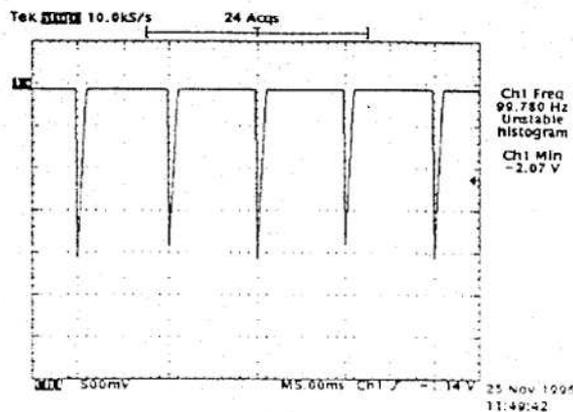

fig.4
- 4 - Riposizionare il jumper in posizione automatico (tra A e B), in modo da verificarne il corretto funzionamento e le giuste tempistiche (ricordare che il tempo della rampa è settabile tramite il trimmer RV1). Se tutto è OK, agire sul trimmer RV7 in modo da riportare l'ampiezza degli impulsi da -5,5/-6Vpp a -2Vpp (fig.4):